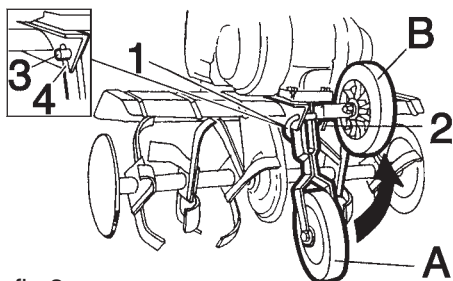

fig.3
(Fig. 3)
- Fijar el soporte ruedita con el correspondiente perno (3) y la clavija (4) (Fig. 3)